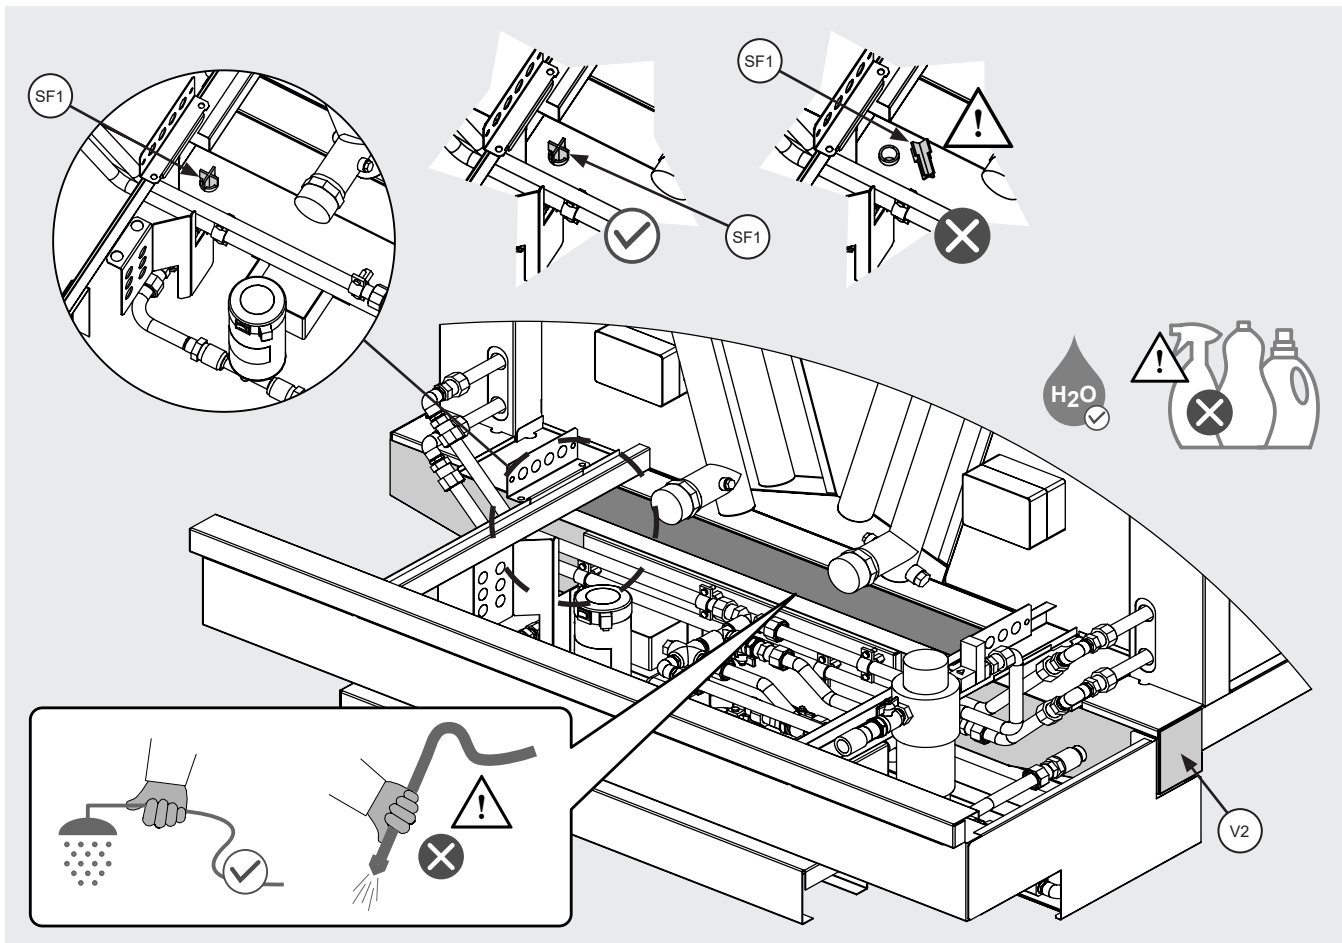

Figure 25
- 12.13.8 Nettoyer soigneusement le diviseur de débit SF1. Ne pas le retirer du boîtier. S'il a été retiré accidentellement, le repositionner. Voir la Figure 25.
- 12.14.1 Voir le point 2.9 pour une description fonctionnelle de l'interrupteur de niveau (W1) et de son emplacement. Le contacteur de niveau (W1) est situé à l'intérieur du réservoir de récupération externe (V2), voir la Figure 25.